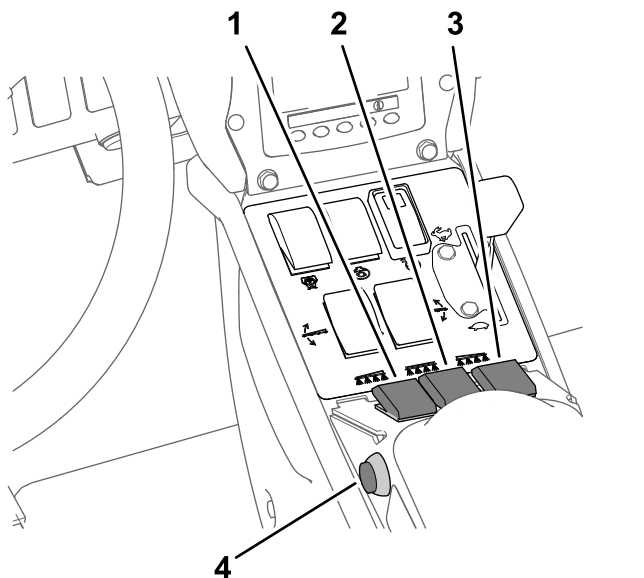

图 40
- 将打药机喷洒臂段开关设定至开启位置 图 40。
- 以所需速度行驶然后将主喷洒臂段开关设定至开启位置开始喷洒 图 40。
3. 将主喷洒臂开关设定至关闭位置请参阅 以喷洒率模式喷洒 \(页码 31\) 中的图 40。
7. 需要时将单个喷洒臂段开关设定至开启位置请参阅 以喷洒率模式喷洒 \(页码 31\) 中的图 40。
9. 以所需速度行驶然后将主喷洒臂段开关设定至开启位置开始喷洒请参阅 以喷洒率模式喷洒 \(页码 31\) 中的图 40。